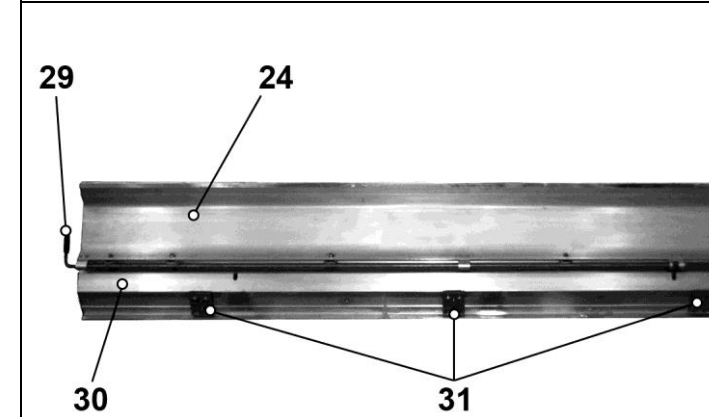
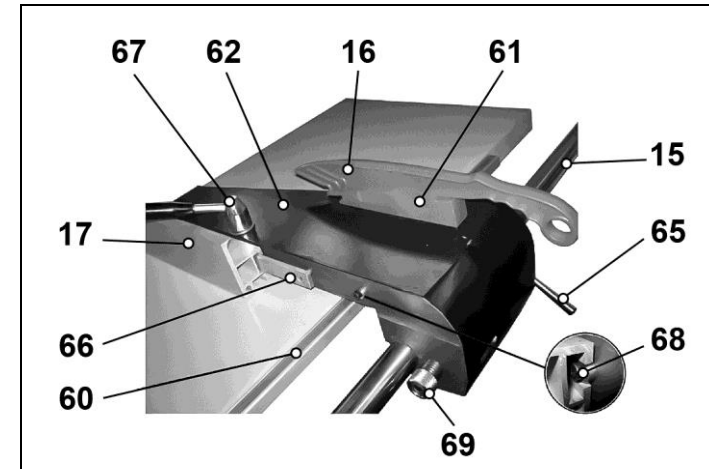

Рис. 6
Рис. 17
9.2.4. Пиление маленьких заготовок производится с подачей их по каретке, двигая к пильному диску (9) по столу каретки (24) и направляющей планке (17). При этом, каретка зафиксирована ручкой (29), Рис. 6. Прижимайте заготовку к поверхности рабочего стола и подавайте к пильному диску (9) только толкателем (16), Рис. 17.
8.2.2. Перед установкой проверьте и при необходимости ручкой (29) зафиксируйте каретку (24) на основании каретки (30), Рис.6. Аккуратно установите основание каретки (30) фланцами (31) на опоры (26). При выборе положения ориентируйтесь на расположение отверстий для крепления. Удерживая основание каретки (30), ручкой (29) снимите фиксацию каретки (24) и отведите каретку (24), чтобы освободить отверстие для крепления основания каретки (24) к опоре (26).